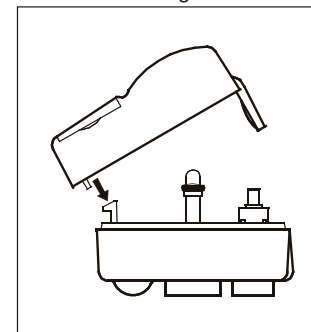

Fig. 3
3. Påsæt overdel (lav indgreb med underdel, for at sikre tæthed) og montér skruetrækker. Fig. 3 og 4.